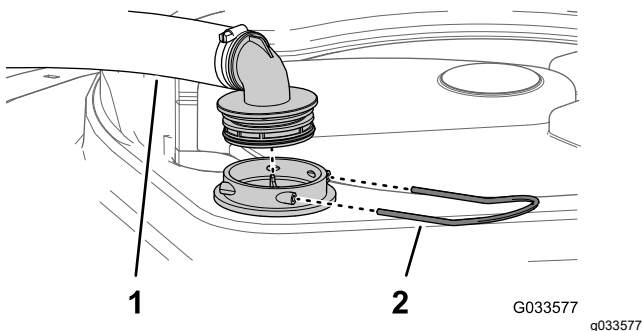

Figure 86
2. Au sommet de la cuve du pulvérisateur, retirez l'étrier qui fixe le raccord de flexible sur le grand flexible et le logement du filtre (Figure 86).
3. Retirez le flexible et le raccord du logement du filtre (Figure 86).